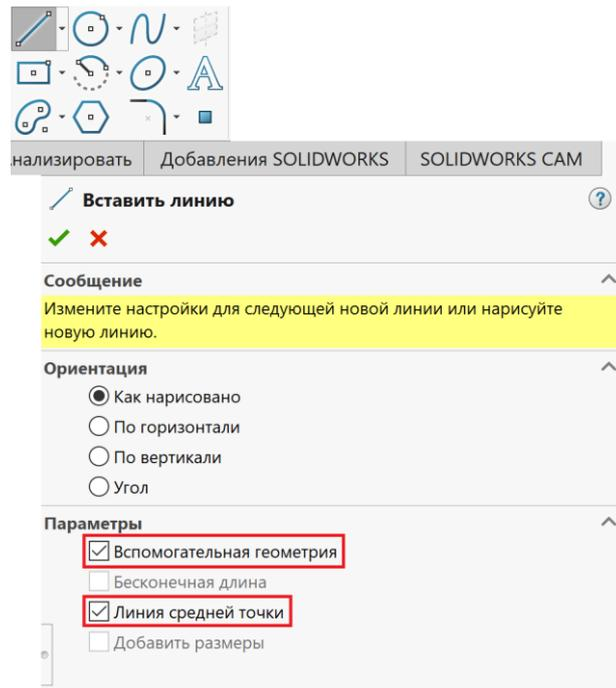

Рисунок 2.2 – Команда Лінія
3. Побудувати вертикальну та горизонтальну допоміжні лінії, що проходять через Початкову точку , використовуючи лінію середньої точки (рис. 2.2, 2.3).